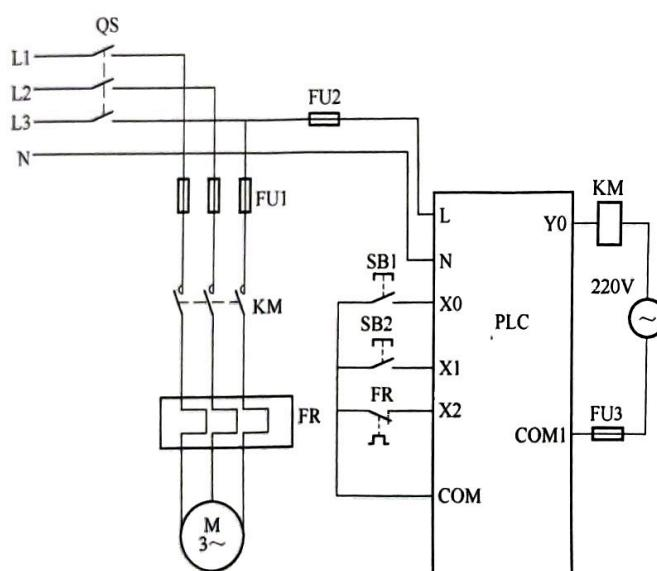
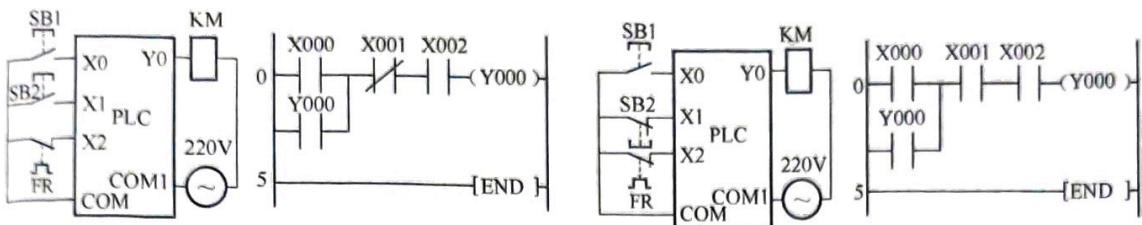

图 3-25 电动机自锁控制电路的 I/O 接线图
图 3-26 电动机自锁控制电路的接线图和程序
根据 PLC 的 I/O 分配，可以设计出电动机自锁控制的 I/O 接线图如图 3-25 所示。
图 3-26 所示为停止按钮分别接常开触点和常闭触点时，PLC 的 I/O 接线图和梯形图。图 3-26 (a) 中，PLC 输入端的停止按钮 X1 接常开触点，输入继电器 X1 的线圈不“通电”，其在梯形图中 X1 采用常闭触点，其状态为 ON；热继电器的常闭触点接 X2，这时 X2 的输入继电器线圈“通电”，其在梯形图中的常开触点为 ON。此时按下启动按钮 X0，则 X0 的常开触点闭合，Y0 “通电”，电动机旋转，这和继电接触控制原理图是相同的。图 3-26 (b) 中，PLC 输入端的停止按钮 X1 接常闭触点，输入继电器 X1 得电，其在梯形图中的 X1 采用常开触点，
(1) PLC 外部的输入触点既可以接常开触点，也可以接常闭触点。若输入为常闭触点，则梯形图中触点的状态与继电接触原理图采用的触点相反。若输入为常开触点，则梯形图中触点的状态与继电接触原理图中采用的触点相同。
(2) 教学中 PLC 的输入触点经常使用常开触点, 便于进行原理分析。但在实际控制中, 停止按钮、限位开关及热继电器等要使用常闭触点, 以提高安全保障。
(3) 为了节省成本, 应尽量少占用 PLC 的 I/O 点数, 因此有时也将热继电器的常闭触点 FR 串接在其他常闭输入或负载输出回路中, 如可以将 FR 的常闭触点与图 3-26 (b) 中的停止按钮 SB1 串联在一起, 再接到 PLC 的输入端子 X1 上。
(1) 要认真核对 PLC 的电源规格。三菱 PLC 的工作电源是 AC100~AC240V。交流电源要接于专用端子上，否则会烧坏 PLC。
(2) PLC 的直流电源输出端 24+, 为外部传感器供电, 该端不能接外部直流电源。
(3) PLC 的空端子“•”上不能接线，以防损坏 PLC。
(4) PLC 不要与电动机公共接地。
(5) 三菱 PLC 输入端子与 COM 端子之间使用无源触点输入，如图 3-25 所示，输入端子不用外接电源。
(6) 输出端子接线时需注意对于继电器输出型 PLC，既可以接交流负载，也可以接直流负载。在此例中，PLC 只有一个输出连接到接触器的线圈 KM 上，如图 3-25 所示，所以采用 AC220V 电源，并在输出回路中串联熔断器。
- (1) 按照图 3-25 所示将主电路和 PLC 的 I/O 接线图连接起来。
- (2) 用专用编程电缆将装有 GX 编程软件的上位机的 RS-232 口(或 USB 口)与 PLC 的 RS-422 口连接起来。
- (3) 接通电源, PLC 电源指示灯(POWER)亮, 说明 PLC 已通电。将 PLC 的工作方式开关扳到 STOP 位置, 使 PLC 处于编程状态。
- (4) 用编程软件将图 3-26(a) 中的程序下载到 PLC 中。
- (5) PLC 上热继电器触点接入的输入指示灯 X2 应点亮, 表示输入继电器 X2 被热继电器动作。
(6) 调试运行。程序输入完毕后，对照图 3-25，按下启动按钮 SB2，输入继电器 X0 通电，PLC 的输出指示灯 Y0 亮，接触器 KM 吸合，电动机旋转。按下停止按钮 SB1，输入继电器 X1 得电，X1 的常闭触点断开，Y0 失电，接触器 KM 释放，电动机停止转动。